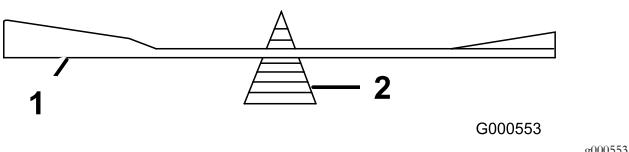

Figura 52
- Verifique el equilibrio de la cuchilla colocándola sobre un equilibrador de cuchillas (Figura 52).